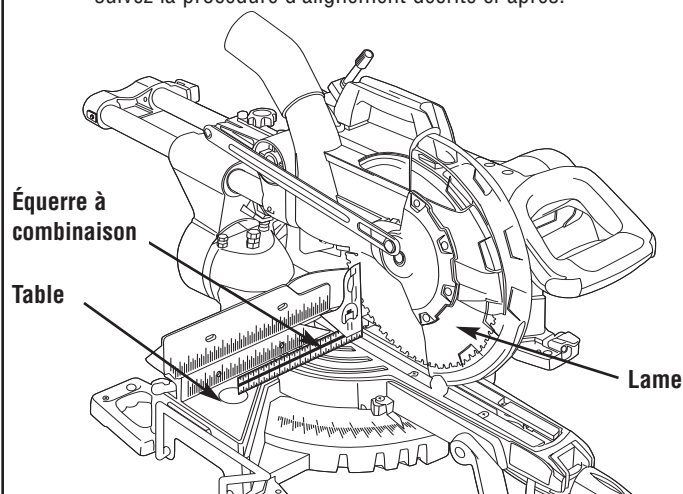

Figure 6. Lame d'équerre par rapport à la table
4. Utilisez une équerre à combinaison pour vérifier si la lame est d'équerre par rapport à la table. Placez l'équerre à combinaison sur la table et appuyez-la contre la lame. Si la lame ne vient pas en contact avec toute la longueur de l'équerre (Figure 6), suivez la procédure d'alignement décrite ci-après.
5. Poussez l'équerre contre la lame. (Figure 6).